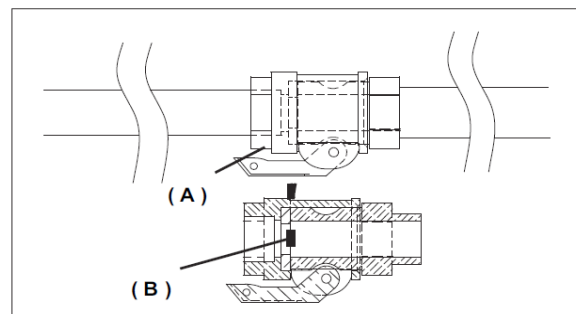

FIG.6a
Una vez ubicada la máquina, prepare un cubo con 10 litros de lechada. Vierta la lechada en la tolva de la máquina (los productos colorantes también pueden echarse directamente en la manguera del material antes de conectarla). En este caso, vierta en la tolva unos diez litros de producto coloreado. Examine la manguera del material para comprobar que esté sana, que los racores estén en buenas condiciones y las juntas estén colocadas, conéctela al tubo de salida de la máquina y a la pistola de proyección. Controle que las palancas (A) de los racores estén bien apretadas y que la junta (B) esté colocada como en la fig. 6a.